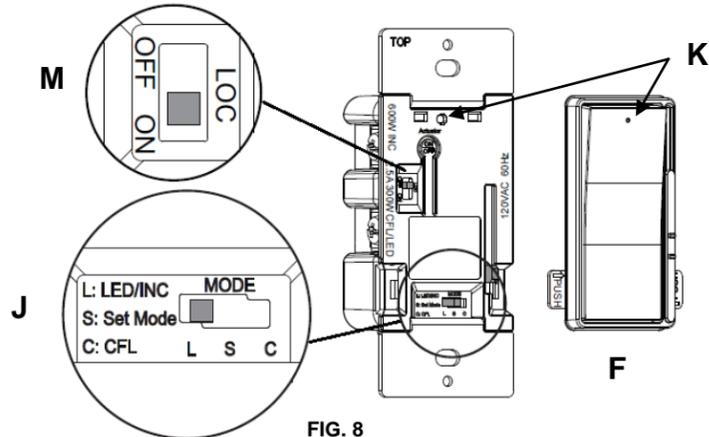

FIG. 8
12. Optional Locator Light "K" (FIG 8). By factory default, the white locator light (LOC) of the dimmer switch is ON when the load light is OFF, and the locator light is OFF when the load light is ON. To turn off the locator light when the load light is OFF, move the LOC switch "M" to the OFF position to disable it.
12. Voyant lumineux "K" (FIG. 8) optionnel. Par défaut, le voyant lumineux (LOC) de l'interrupteur/gradateur est allumé lorsque la lumière de la charge est éteinte et il est éteint lorsque la lumière de la charge est allumée. Pour éteindre le voyant lumineux lorsque la lampe de la charge est éteinte, mettre le commutateur LOC "M" à la position OFF.
12. Luz de localización opcional "K" (FIG 8). Por defecto de fábrica, la luz de localización blanca (LOC) del interruptor de atenuación permanece ENCENDIDA cuando la luz de carga está APAGADA, por lo contrario la luz de localización permanece APAGADA cuando la luz de carga está ENCENDIDA.